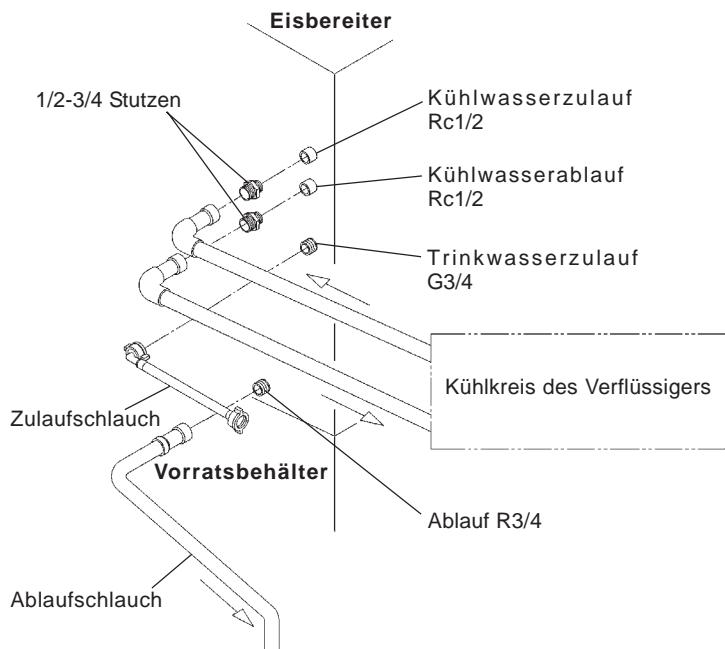

Abb. 9
[a] Standardanschlüsse nach WRC-Bestimmungen im Vereinigten Königreich (Abb. 9 und 10)
- 3) Den grauen, flexiblen Ablaufschlauch (Zubehör) wie gezeigt (Abb. 9) an den R3/4-Anschluß auf der Rückseite des Eisbereiters festschrauben. Dabei wieder darauf achten, dass der Gummidichtungsring sicher eingepasst ist, bevor man die Verbindung von Hand festschraubt. Dieser Schlauch lässt sich auf die richtige Länge, d. h. der Position des Hauptabflusses entsprechend, zuschneiden.
- 5) Verbinden Sie den Kühlkreis des Verflüssigers wie gezeigt (Abb. 9) unter Verwendung eines geeigneten steifen Schlauchs mit dem freien Ende der 1/2-3/4 Stutzen. P.T.F.E.-Band und/oder ein geeignetes Dichtmittel sind zu verwenden, um eine dichte Verbindung zu erhalten.